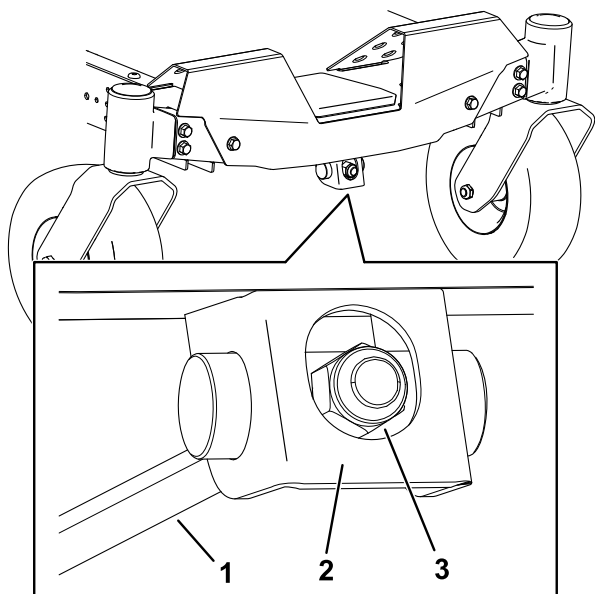

Figura 71
1. Rotii piuliă de reglare de la partea din față a mainii de tuns iarba (Figura 71).